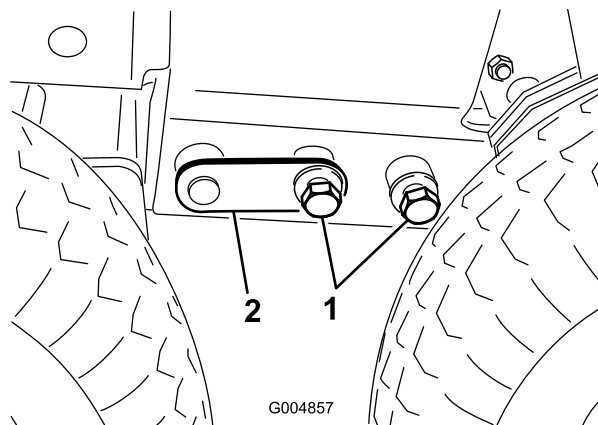

Figure 50
10. Réglez le cric de façon à pouvoir monter les boulons (3/4 po) de chaque côté (Figure 50). Serrez les boulons à 359 Nm (265 pi-lb).